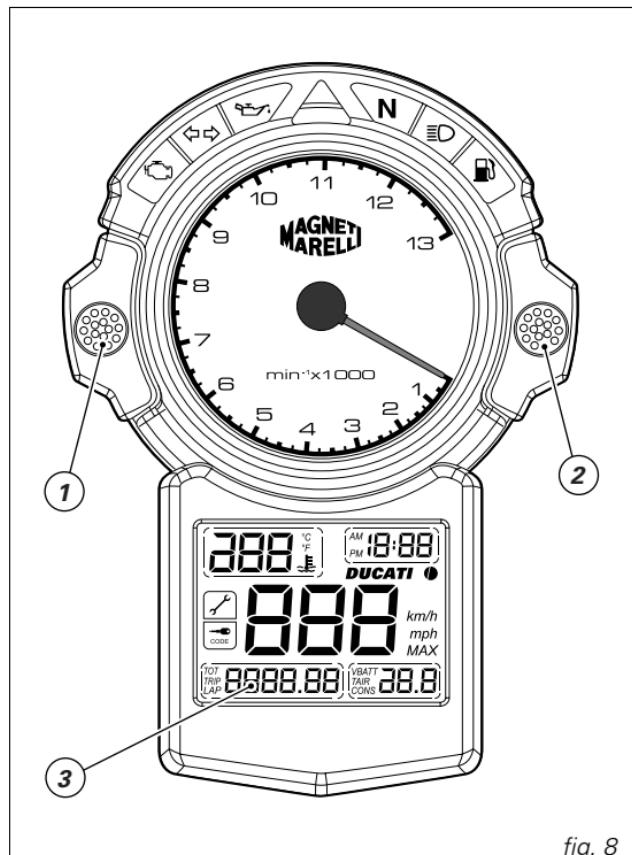

fig. 8
Appuyez sur le bouton (1, fig. 8) pendant 2 secondes au moins.
Sélectionnez AM/PM en appuyant sur le bouton (2, fig. 8). Appuyez sur le bouton (1) pour valider le choix et passer au réglage de l'heure.
Sélectionnez la visualisation **TRIP** sur l'afficheur (3, fig. 8). Appuyez sur le bouton (2) pendant 2 secondes au moins pour remettre à zéro le totalisateur journalier ou totaliseur partiel, sur l'afficheur.
Le boîtier électronique signale automatiquement au tableau de bord le modèle et l'unité de mesure exacte à afficher ; pour forcer la modification de ces paramètres, tournez la clé de contact de la position OFF dans la position ON et appuyez simultanément sur les boutons (1, fig. 8) et (2, fig. 8).